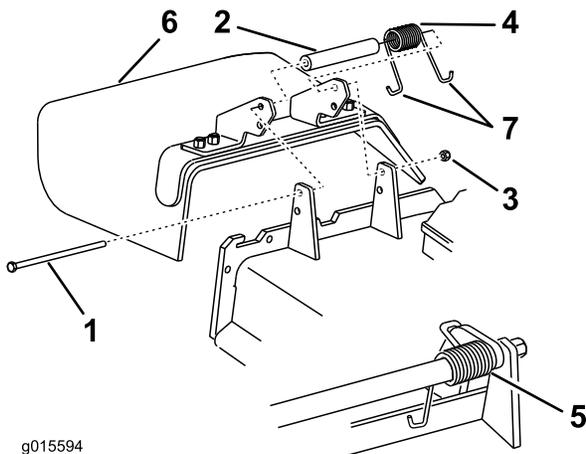

Figure 102
1. Retirez le contre-écrou, le boulon, le ressort et l'entretoise qui fixent le déflecteur aux supports de pivot (Figure 102).
2. Enlevez le déflecteur s'il est endommagé ou usé (Figure 102).
Remarque: Prenez soin de placer une extrémité en **J** du ressort derrière le bord du tablier avant de mettre le boulon en place, comme illustré à la Figure 102.
6. Accrochez l'extrémité en **J** du ressort au déflecteur d'herbe (Figure 102).